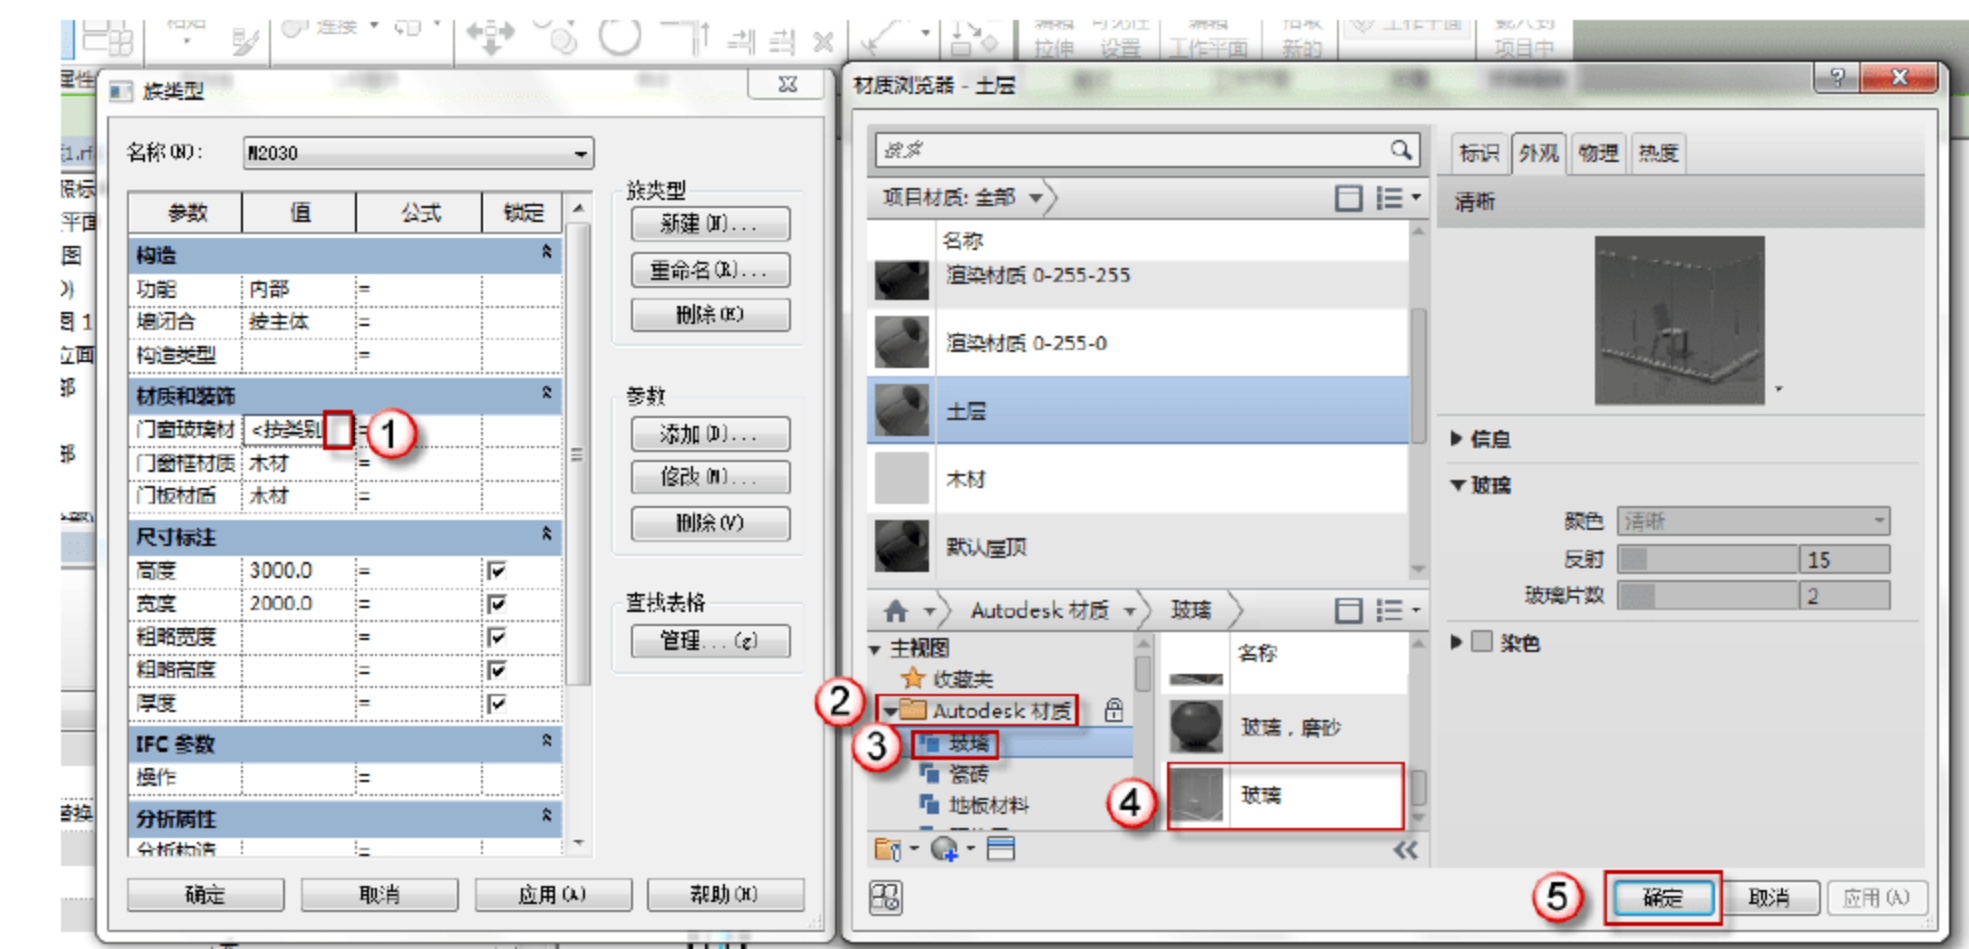

图 7.1.19 编辑门窗玻璃材质
(17) 编辑材质。单击“族类型”按钮，弹出“族类型”对话框，单击“材质和装饰”栏“门窗玻璃材质”后的“<按类别>”按钮，弹出“材质浏览器”对话框，选择“主视图”→“Autodesk 材质”→“玻璃”→“玻璃”选项，双击“玻璃”材质将其添加到“文档材质”。选择“文档材质”中的“玻璃”材质，单击“材质浏览器”对话框中的“确定”按钮，如图 7.1.19 所示。